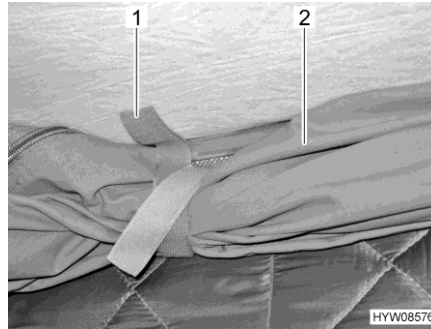

Bild 25 Haltetaschen
- Haltetaschen (Bild 25,1) am aufgerollten Zeltstoff (Bild 25,2) lösen.
- Zeltstoff (Bild 25,2) einrollen und mit den Haltelaschen (Bild 25,1) sichern.
- Zeltstoff (Bild 25,2) einrollen und mit den Haltetaschen (Bild 25,1) sichern.